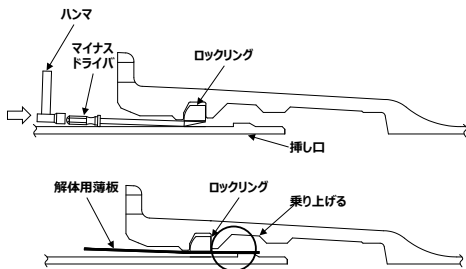

図58 解体用薄板の挿入
- (1) T頭ボルト・ナットを取り外し、押輪を取り外す。
- (2) ゴム抜き具（ドライバなど）を使用して、ゴム輪およびバックアップリングを抜き出す。解体した箇所のゴム輪およびバックアップリングは、再使用すると漏水の原因となるので再使用はしない。
- (3) 図58に示すように、ロックリングと挿し口の間にマイナスドライバを叩き込み、その隙間に解体用薄板を円周方向に6枚程度挿入する。この時、解体用薄板は挿し口突部に乗り上げるようにセットする。なお、解体用薄板を挿入する際には、挿し口を少し引き抜き、挿し口突部がロックリングの近くにあるようにすると解体用薄板を挿入しやすい。